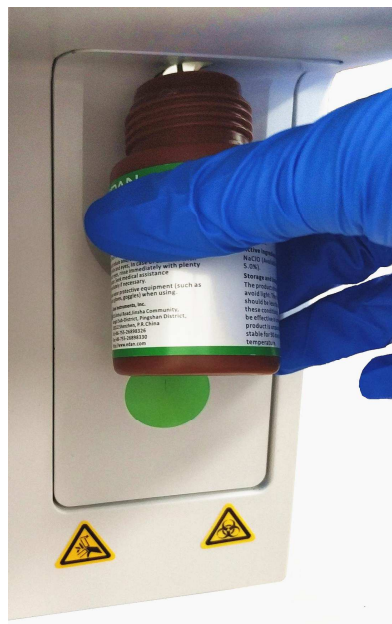

Рис. 6-1
2. Нажмите **Пуск** на экране завершения работы, и появится индикатор выполнения. Когда он дойдет до определенного положения, следуйте подсказке: тщательно встряхните заранее подготовленный очиститель, откройте колпачок и поместите его под зонд для отбора проб, как показано на рис. 6-1.